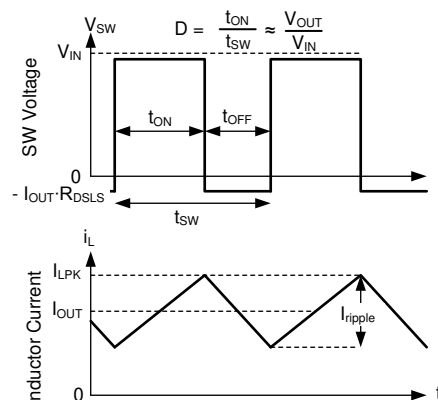

图 7-11. 连续导通模式 (CCM) 下的 SW 电压和电感器电流波形
有关 LMR43606-Q1 的以下运行说明, 请参阅节 7.2 和图 7-11 中的波形。在 CCM 中, LMR43606-Q1 以变化的占空比 (D) 导通内部高侧 (HS) 和低侧 (LS) 开关, 从而提供稳定的输出电压。在 HS 开关导通期间, SW 引脚电压 V_{SW} 摆动至大约 V_{IN} , 电感器电流 I_L 以线性斜率增加。HS 开关由控制逻辑关闭。在 HS 开关关闭时间 t_{OFF} , LS 开关打开。电感器电流通过 LS 开关放电, 这会强制 V_{SW} 通过 LS 开关两端的压降摆动到地电位以下。转换器环路调节占空比以保持恒定的输出电压。D 由 HS 开关在开关周期内的导通时间定义: